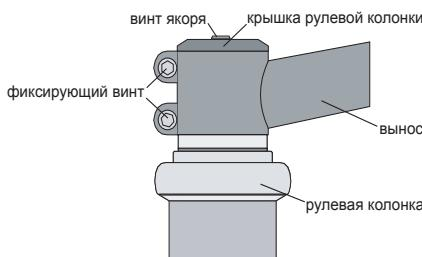

рис. 8
- выровняйте положение выноса относительно переднего колеса и затяните фиксирующие винты (8 н/м) (рис. 8).
- убедитесь, что все сборочные единицы рулевой колонки собраны правильно и стоят на своих местах (рис. 8);